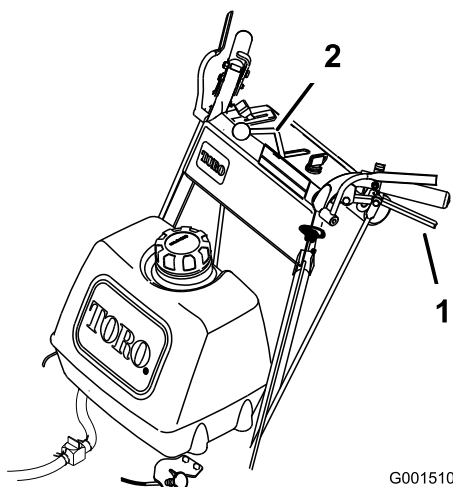

Figura 13
4. Suelte lentamente las palancas de avance para desplazarse hacia adelante (Figura 13).
Para ir en línea recta, suelte las dos palancas uniformemente (Figura 13).
Para girar, apriete la palanca de avance del lado hacia el cual desea girar (Figura 13).
Desde punto muerto, apriete lentamente las palancas de avance para desplazarse hacia atrás (Figura 13).